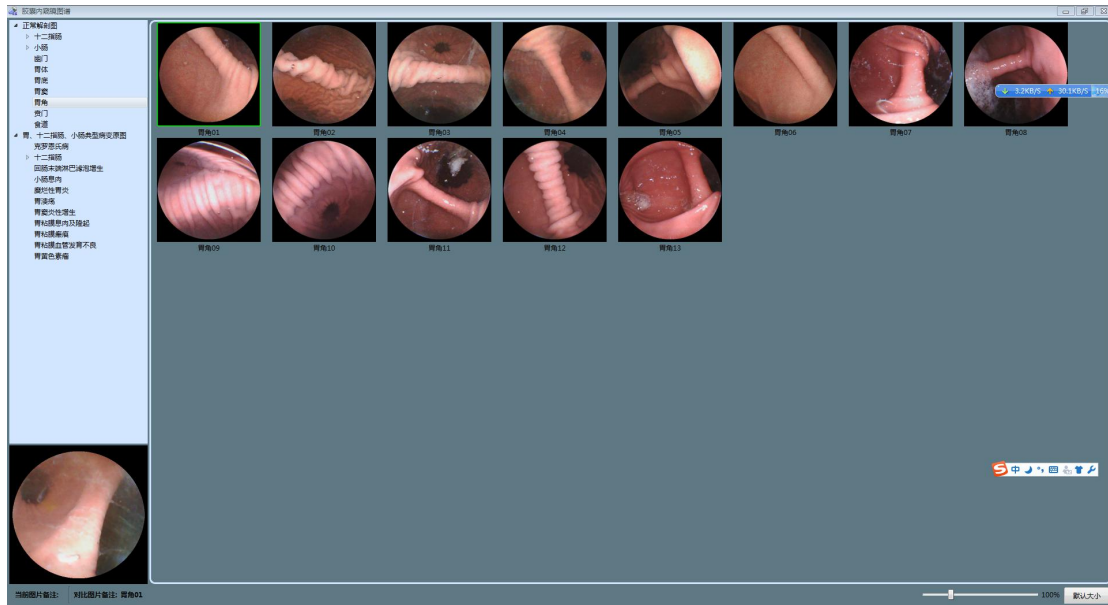

图 4-122 胃角正常解剖图
2. 点击左上框中的**正常解剖图**或**胃、十二指肠、小肠典型病变原图**使之展开，点击要对比的胃部区域或病变名称，可以看到对应的正常解剖图或病变图。如图 4-122。